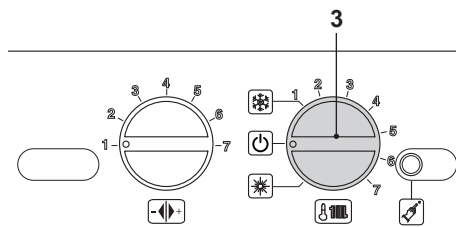

Fig. 8.6
- Para salir del modo de programación, ponga el selector de función 3 en OFF (Fig. 8.6), o desconecte la alimentación eléctrica de la caldera.